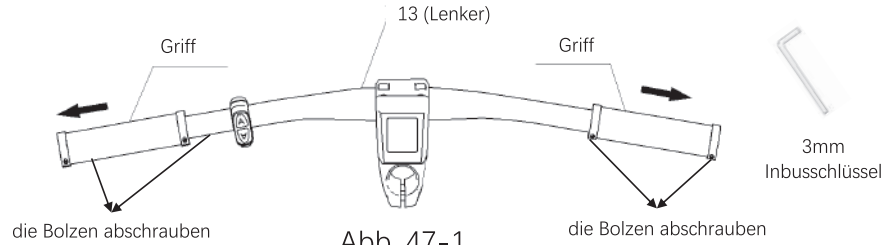

Abb. 47-1
a. Die beiden Schrauben an den Griffen mit einem 3mm-Inbusschlüssel abschrauben und die Griffe vom Lenker abnehmen, wie in Abb. 47-1 gezeigt.